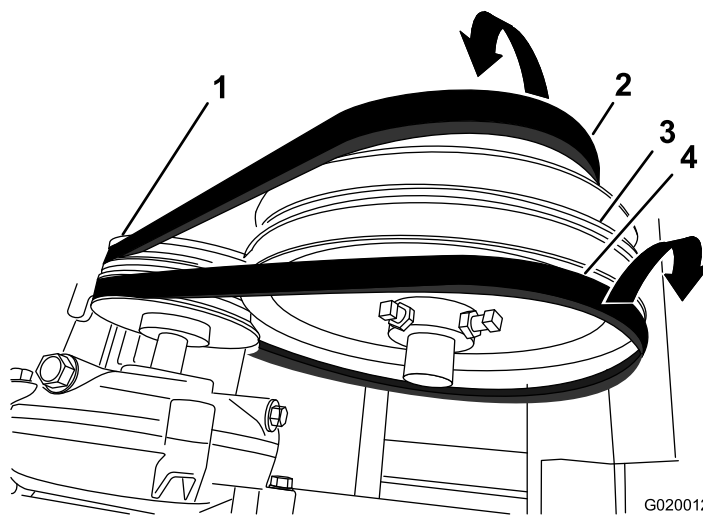

Figura 65
7. Deslice la correa delantera hacia adelante y retírela de la polea tensora (Figura 65).
8. Deslice la correa trasera hacia atrás y retírela de la polea tensora (Figura 65).